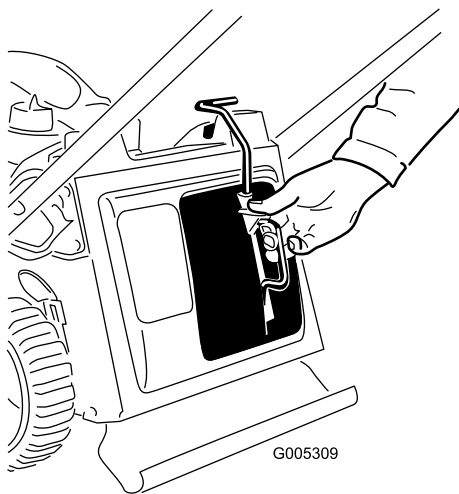

Figura 32
3. Montate il tappo mulching (Figura 32).